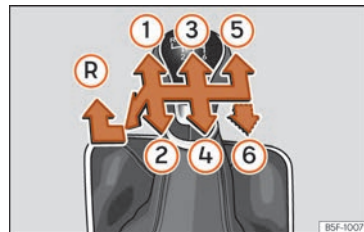

Abb. 88 Schaltschema bei einem 5-Gang bzw. 6-Gang Schaltgetriebe
Auf dem Schalthebel sind die Positionen der einzelnen Fahrgänge dargestellt **>>> [Abb. 88]**.
- Schalthebel in die Neutralstellung bringen und nach unten drücken. Schalthebel ganz nach links und dann nach vorn in die Rückwärtsgangposition schieben »» (Abb. 88) Ⓡ.